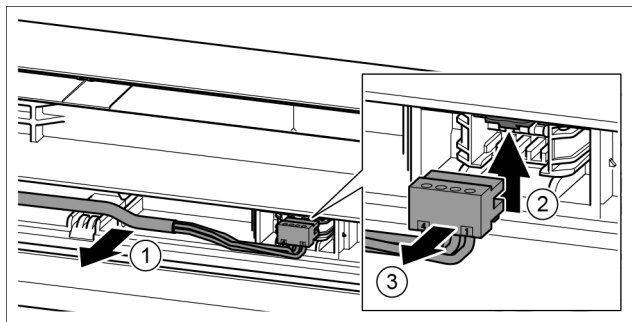

Fig. 19
- ▶ Ostrożnie wyjąć szary kabel z prowadnicy w drzwiach. Fig. 19 (1)
- ▶ Nakładkę wcisnąć w górę. Fig. 19 (2)
- ▶ Ostrożnie wyjąć wtyczkę. Fig. 19 (3)